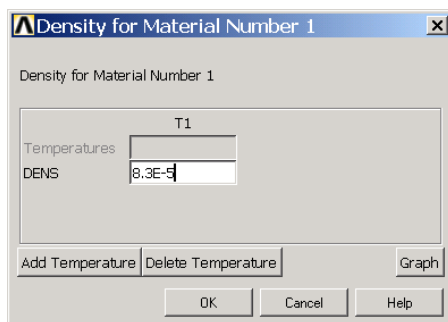

图10.7 定义材料密度
(3) 再次单击 Main Menu> Preprocessor> Material Props> Material Models 菜单，依次双击【Structural】|【Density】菜单，弹出如图 10.7 所示的对话框。在【DENS】文本框中输入材料密度值【8.3E-5】，然后单击【OK】按钮。